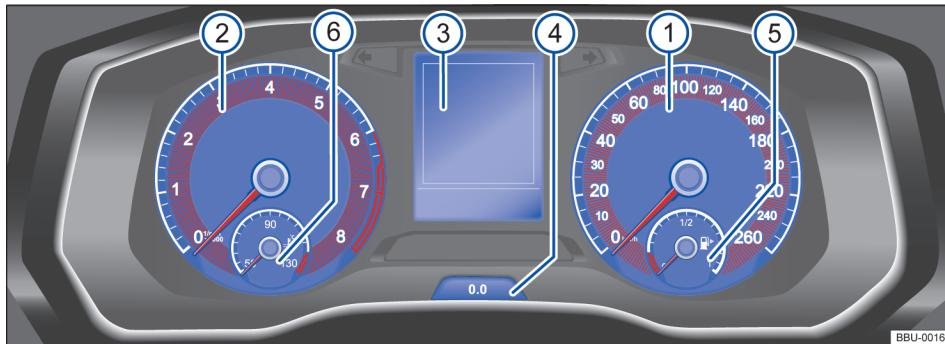
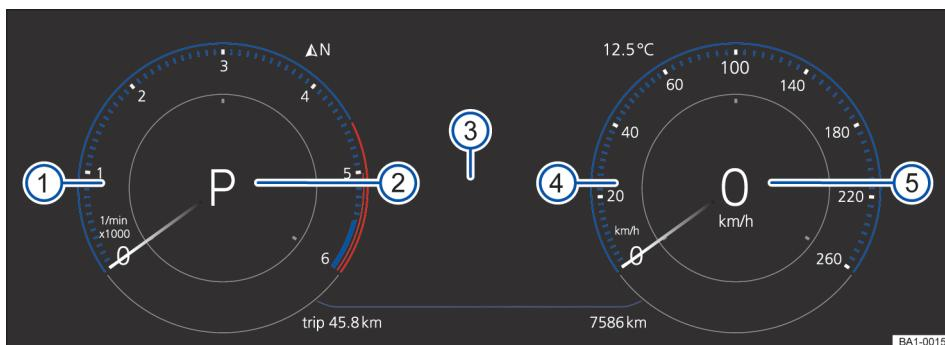

Fig. 11 Instrumento combinado do painel de instrumentos.
Fig. 12 Active Info Display no painel de instrumentos.
Esclarecimento dos instrumentos → Fig. 11:
Esclarecimento dos instrumentos → Fig. 12:
→ **Fig. 11** ③ ou → **Fig. 12** ③ pode ser exibida diversas informações dependendo da versão do veículo: